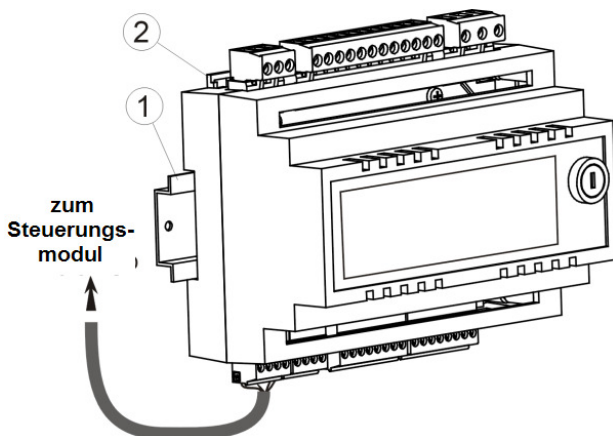

Abb. 28 Anbringen des Reglers auf die
Das Ausführungsmodul ist zur Montage auf einer genormten Schiene DIN TS35 vorgesehen. Die Schiene muss auf einem festen Untergrund gut festgeschraubt werden. Vor dem Anbringen der Module auf der Schiene (1) müssen die Klemmen mit Hilfe eines Schraubenziehers angehoben werden (2) (siehe Abb. 28). Nach dem Anbringen auf der Schiene müssen die Klemmen in die ursprüngliche Position zurückgedrückt werden (2). Stellen Sie sicher, dass das Gerät gut festgeschraubt ist und es nicht möglich ist, es ohne die Benutzung von Werkzeug von der Schiene zu nehmen.